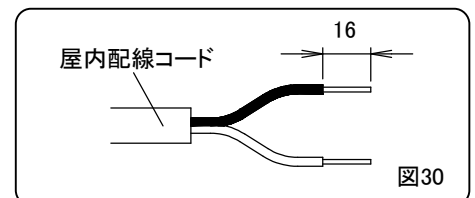

図30
- ①屋内配線コードの先端の被覆をコンセント裏面のストリップゲージ(16mm)に合わせてむいてください。(図30)